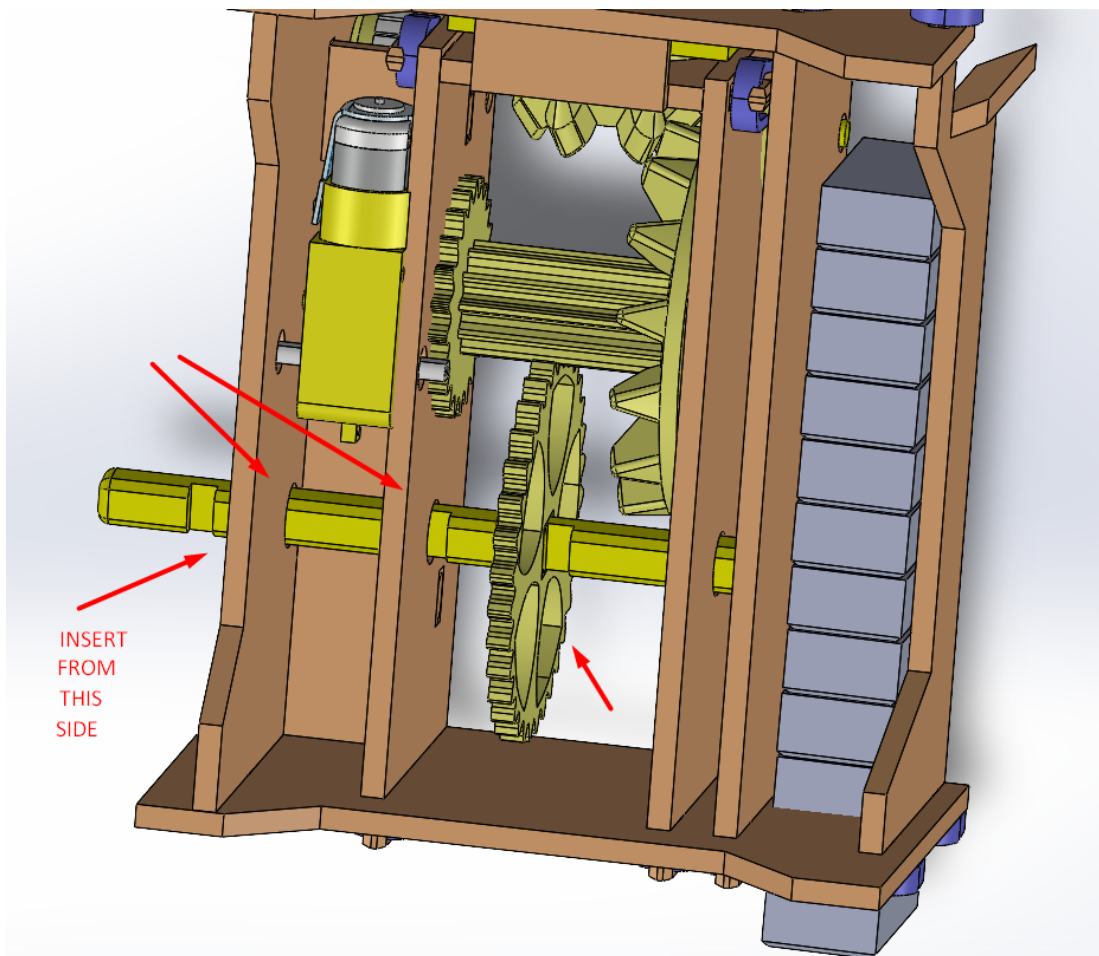

FIGURE 16
**STEP 13:** Maintenant, nous passons à la finition des mécanismes mobiles, nous prenons l'axe numéroté 15 ainsi que le petit engrenage mince numéroté 14, nous passons l'axe à travers les trous désignés qui sont déjà alignés, mais en passant l'axe à travers la salle du milieu, nous glissons également l'engrenage fin numéro 14 à travers, comme on peut le voir dans la figure 16.
Remarquez que l'axe a trois rainures coupées dedans, assurez-vous que le côté avec les deux rainures les plus proches l'une de l'autre passe en premier comme on peut le voir dans les figures 16 et 17.